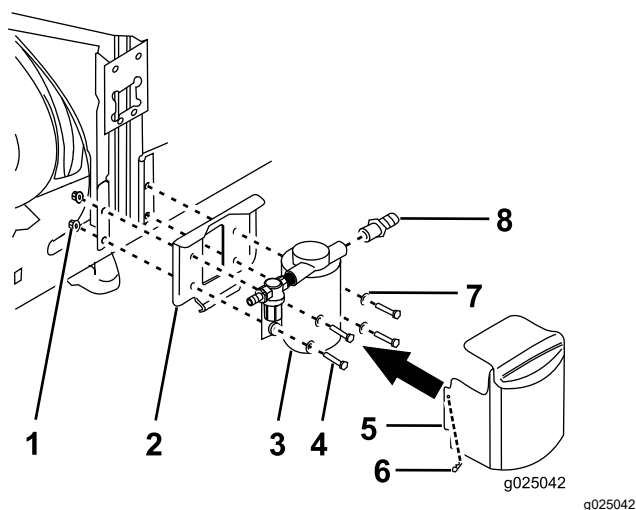

Figura 23
3. Fixe a bomba de lavagem e o suporte de montagem da bomba de lavagem à montagem da válvula (Figura 23) com os 4 parafusos (1/4 x 1-3/4 pol.), 4 anilhas (1/4 pol.) e 4 porcas flangeadas serradas (1/4 pol.).